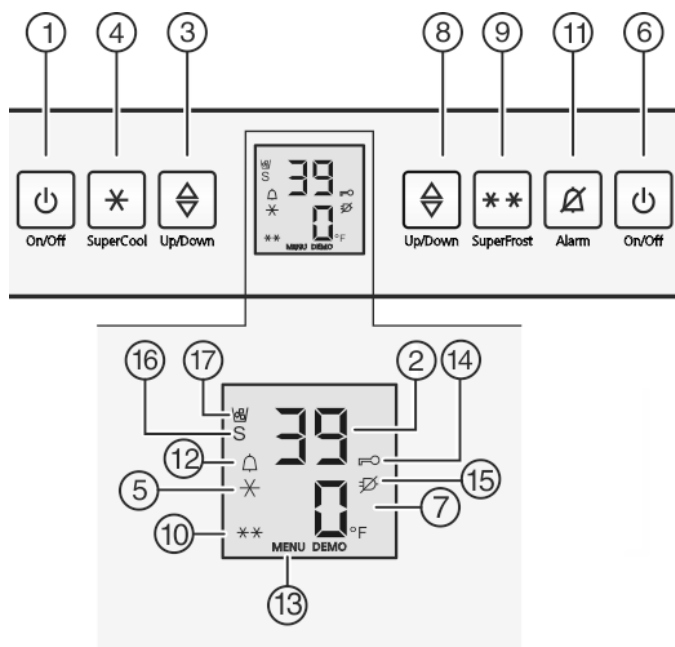

Fig. 3
- ▶ Appuyer sur la touche On/Off Fig. 3 (6) du congélateur.
- ▶ Appuyer sur la touche On/Off Fig. 3 (1) du compartiment réfrigérateur.
- ▶ Sélectionner c à l'aide de la touche de réglage du compartiment congélateur Fig. 3 (8).
- ▶ Confirmez en appuyant brièvement sur la touche SuperFrost Fig. 3 (9).
▷ Le symbole Sécurité enfants Fig. 3 (14) s'allume dans l'affichage.
- ▶ Appuyer brièvement sur la touche On/Off du compartiment congélateur Fig. 3 (6).
- ▶ Activer le mode de réglage : appuyer sur la touche SuperFrost Fig. 3 (9) pendant env. 5 secondes.
▷ Le symbole Menu Fig. 3 (13) apparaît dans l'affichage.
▷ Le symbole Sécurité enfants Fig. 3 (14) s'éteint.
- ▶ Activer le mode de réglage : appuyer sur la touche SuperFrost Fig. 3 (9) pendant env. 5 s.
▷ Le symbole Menu Fig. 3 (13) luit.
- ▶ Sélectionner ° à l'aide de la touche de réglage du compartiment congélateur Fig. 3 (8).
- ▶ Confirmer : enfoncer brièvement la touche SuperFrost Fig. 3 (9).
- ▶ Sélectionner °F ou °C à l'aide de la touche de réglage compartiment congélateur Fig. 3 (8).
- ▶ Quitter le mode de réglage : Appuyer sur la touche On/Off du congélateur Fig. 3 (6).